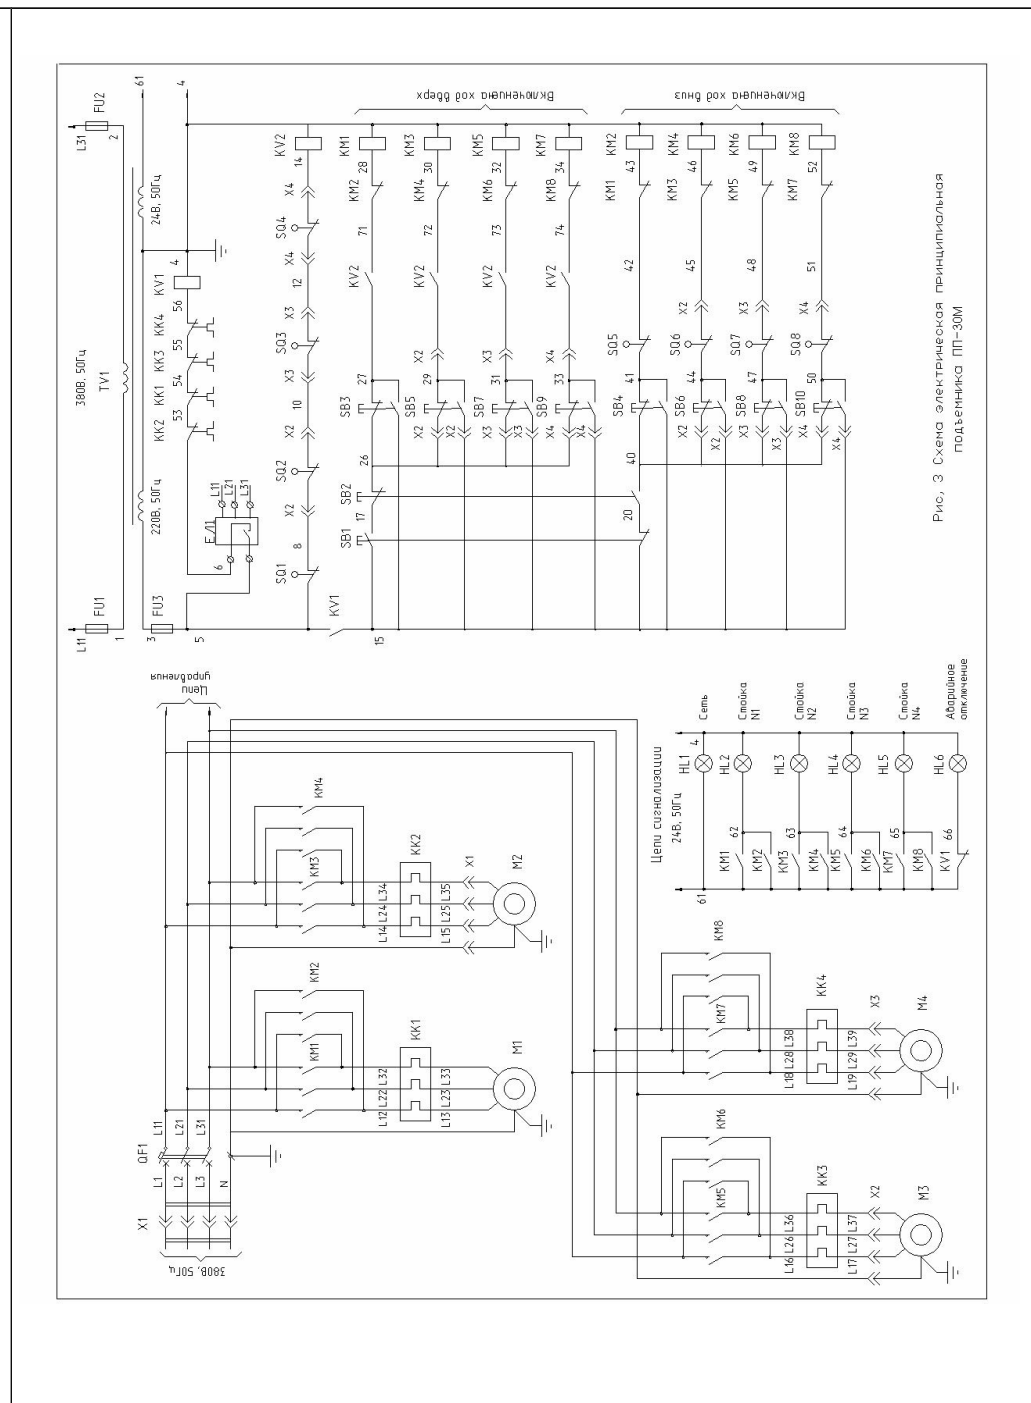

Рис. 3. Схема электрическая принципиальная подъемника ПП-30М
4.3. Описание работы схемы электрической (см. Рис. 3). Управление подъемником осуществляется со шкафа аппаратного, установленного на первой стойке.